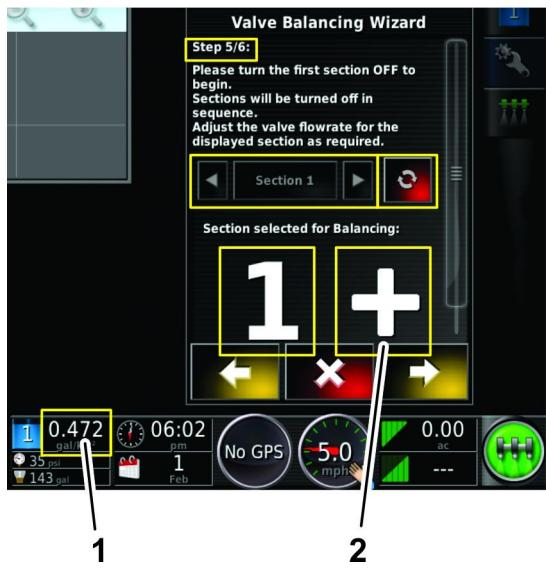

Figura 57
- El caudal de aplicación de la válvula de sección es demasiado bajo (Figura 57).